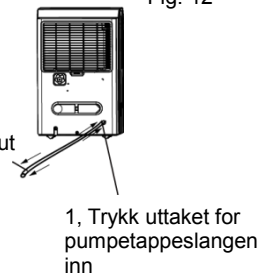

Fig. 13
- Trykk uttaket for pumpetappeslangen inn, og trekk slangen ut (se fig. 13). Sørg for at ikke vann i pumpe-slangen drypper på gulvet.